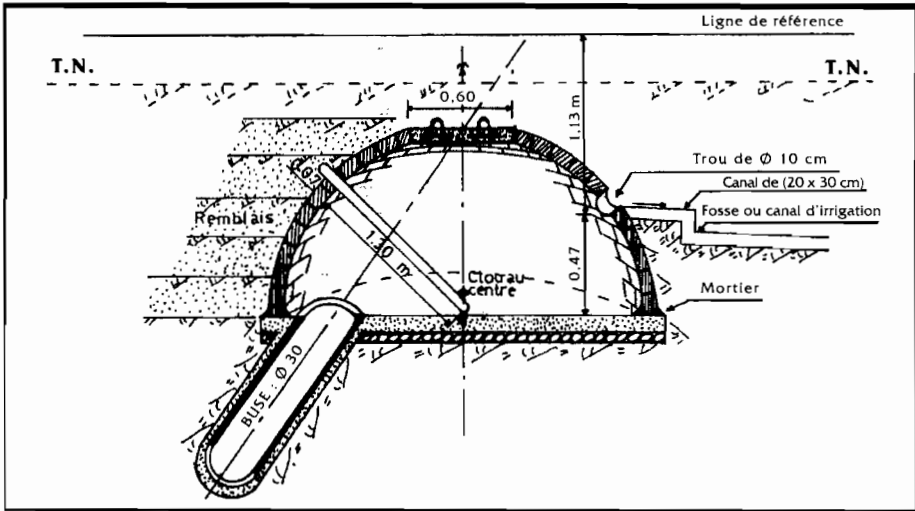

Figure 19 :
- aménager un trou de 10 cm de côté entre les deux bacs et à la base de la paroi. Dans ce trou, poser un grillage en fer avec des espacements de 2 cm. Si un écoulement est prévu à partir de l'étable, un tuyau (diamètre 30cm et pente 3%) ou une rigole peuvent être connectés à l'entrée du 1^{er} bac. FIG.19.